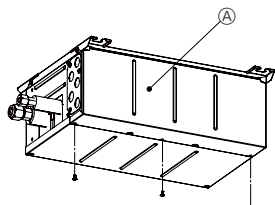
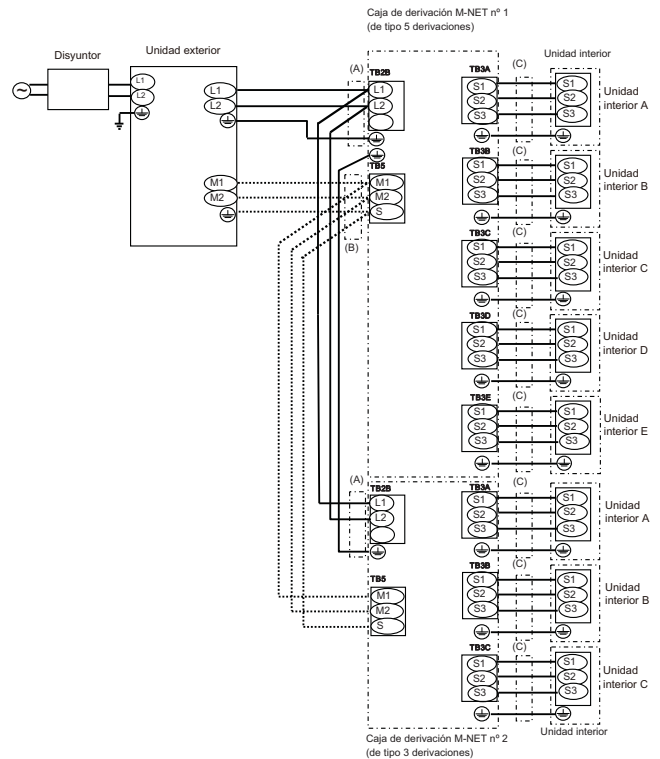

Fig. 8-1
Fig. 8-9
- (1) Retire la cubierta eléctrica. (Fig. 8-1)
- (2) Retire la cubierta de conducto.
- (3) Introduzca el cableado en la caja de derivación a través de la placa de conducto y fíjelo con la placa de conducto. (consulte el apartado 8.1)
- (4) Conecte firmemente cada cable al bloque de terminales pertinente. (Fig. 8-9)
- (5) Configure el interruptor DIP. (consulte el apartado 8.3)
- (6) Vuelva a colocar la cubierta eléctrica.
### 8.2. Procedimiento de cableado exterior (Fig. 8-9)